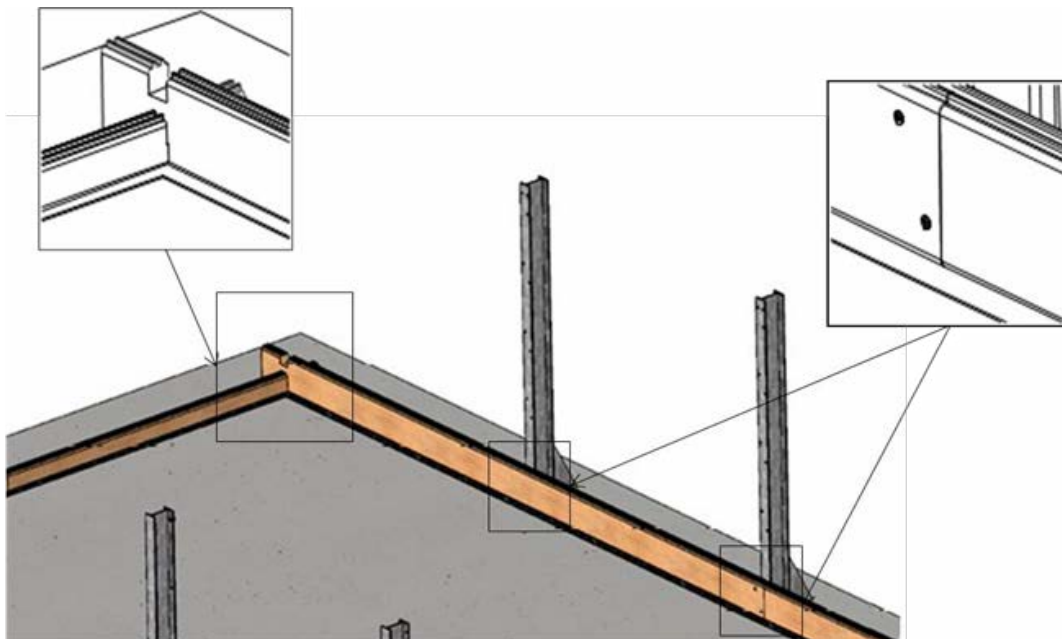

Abbildung 10 – Verkantung der Bohlen untereinander
- untereinander, wie in **Abbildung 10**, beschrieben mithilfe von 2 Schrauben pro Bohlenpaar und auf beiden Seiten mit einer Höhe von je 10 Bohlen, also insgesamt 80 A4-Edelstahl-Senkkopfschrauben 5 × 40 mit Torx-Gewinde bis 25 mm (Beutel C).